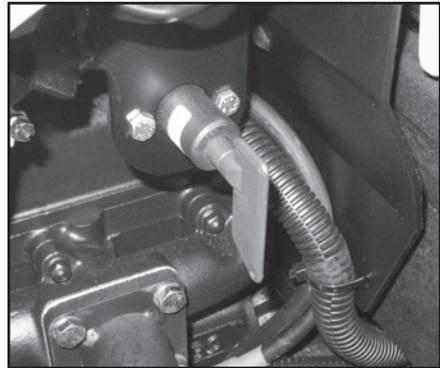

Abb. 5.8
- Beim Drehen entgegen dem Uhrzeigersinn um 1/4 Drehung erhält man die Stellung "OFF": Elektrische Anlage wird nicht gespeist (Fig. 5.8);